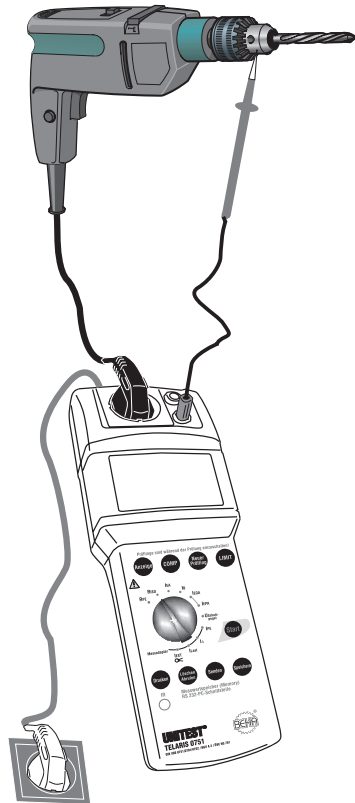

Bild 6.6: Messung des Isolationswiderstandes bei Geräten der Schutzklasse II
- ☞ Bei Geräten der Schutzklasse II oder III und berührbaren leitfähigen Teilen bei Geräten der Schutzklasse I, die nicht mit dem Schutzleiter verbunden sind, verbinden Sie zusätzlich die Buchse 'PE' (5) mit allen berührbaren leitfähigen Gehäuseteilen des Prüflings, siehe Bild 6.6.
- ☞ Die Messergebnisse können durch Drücken der Taste Speichern (10) abgespeichert werden. Hinweise zu Speichern von Messwerten siehe Abschnitt 7.1 und 7.2.